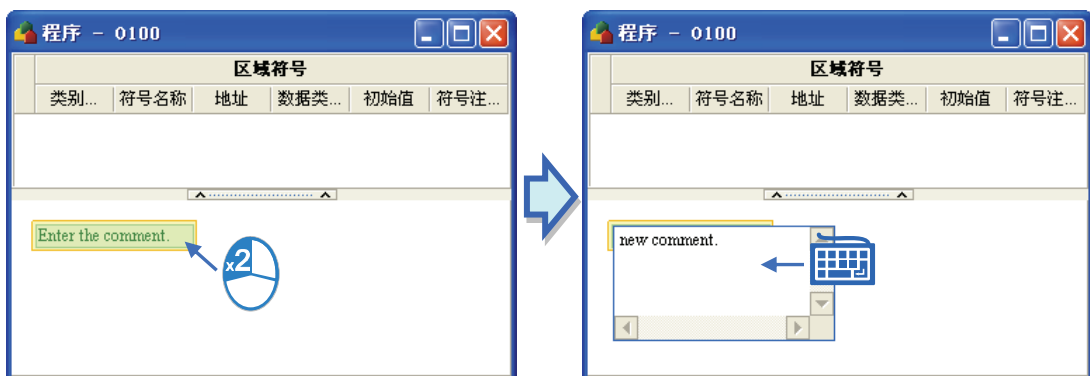

图 12-42 输入批注内容
(3) 双击插入的批注对象，便开启编辑窗口，在此输入批注的说明内容。如图 12-42。若欲换行时请按键盘的「Shift+Enter」键。